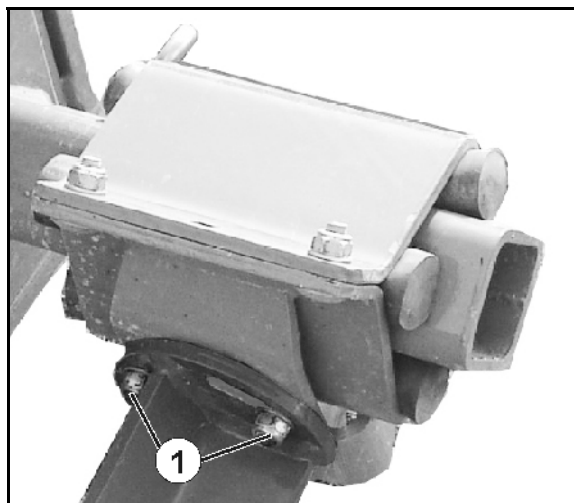

Bild 61
2. Lossa de 3 skruvarna (Bild 61/1).